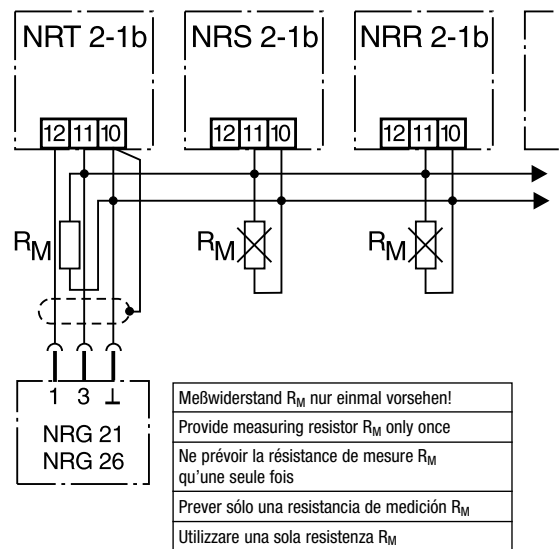

Fig. 4 Parallelschaltung mehrerer Geräte
- ❑ Sind Geräte wie NRT 2-1 oder NRS 2-1 parallel geschaltet, darf der Meßwiderstand R_M nur einmal vorgesehen werden (Bild 4)!